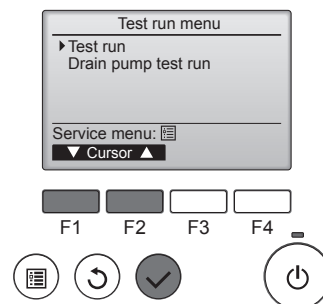

Fig. 8-2
- ② Velg "Testkjøring" fra Testkjøring-menyen, og trykk på [VELG]-knappen. (Fig. 8-2)
- ③ Testkjøringen starter, og Testkjøring-driftsskjermen vises.